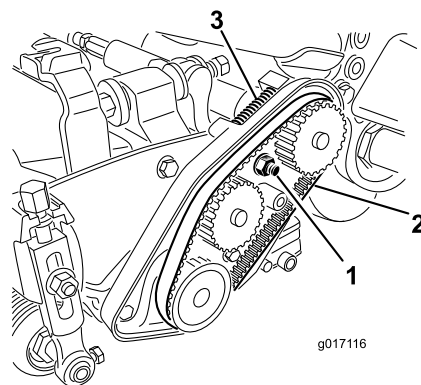

Figura 41
- A. Allentate il dado di montaggio della sede del cuscinetto (Figura 41).
- C. Pulite da qualsiasi detrito l'interno della sede della cinghia e l'area attorno alla molla di compressione (Figura 41).